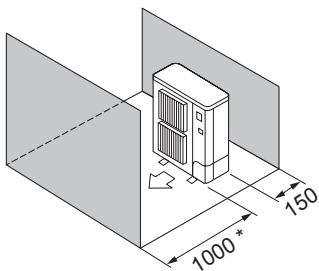

Fig. 2-11
- ⑤ Εμπόδια στην μπροστινή και την πίσω πλευρά μόνο (Fig. 2-11)